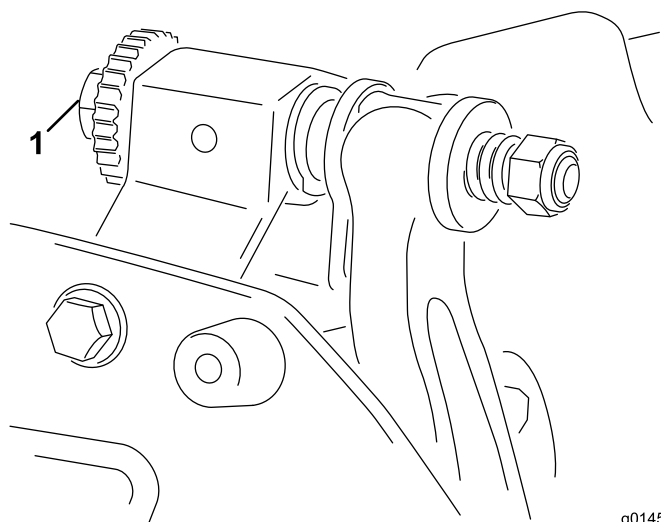

Figura 8
- A. Ruotate le viti di regolazione della barra di appoggio in senso orario (Figura 8), uno scatto alla volta, fino ad avvertire e udire un leggero contatto.
6. Ruotate la vite di regolazione della barra di appoggio destra (Figura 8) fino a quando non sentite una leggera pressione sullo spessore facendolo scorrere da lato a lato. Rimuovete lo spessore.